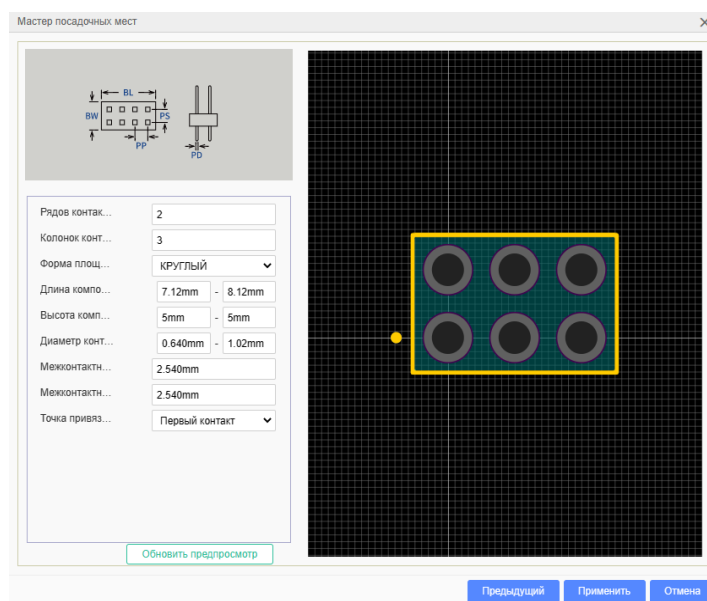

Рисунок 3.24 – Параметры ПМ компонента PLD-6
При задании параметров необходимо записать два значения: минимальное – **7,12 мм** и максимальное – **8,12 мм**. Для параметра **Высота компонента (BW)** – задайте только одно значение – **5 мм**. Для **Диаметра контакта (PD)** минимальное значение задайте соответствующие диаметру контакта компонента – **0,64 мм**, а максимальное – рекомендованное диаметру посадочного места **1,02 мм**. **Межконтактное расстояние (PP) по горизонтали и по вертикали (PS)** задайте равном **2,54 мм**. Точка привязки не имеет значения, по умолчанию можно поставить в центр площадки. После задания всех параметров (рисунок 3.24) нажмите **Применить**.